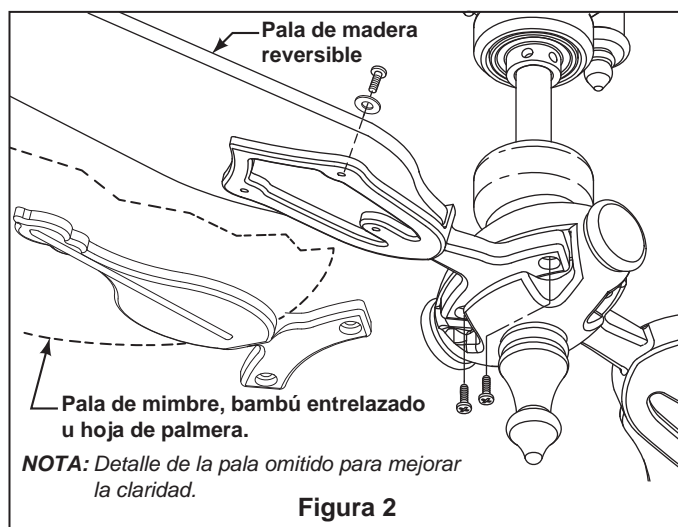

Figura 2
2. Monte a continuación la pala ensamblada / soporte con pala en el volante y asegúrelo con los tornillos del mismo (Figura 2)